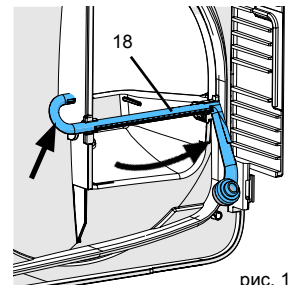

рис. 11
- Распыляющую трубку (18) выкрутить движением назад на загнутой стороне (рис. 11).